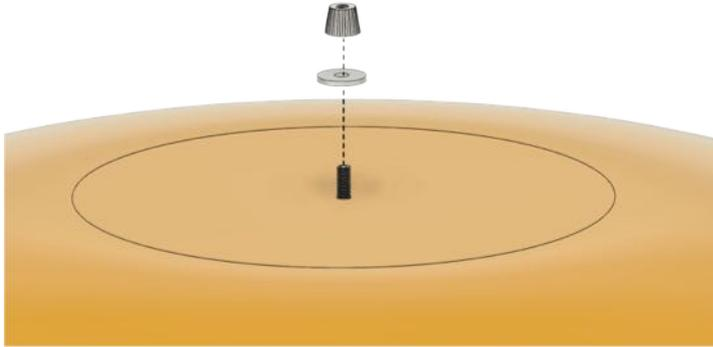

Abb. 9
6. Die Mutter mit der Unterlegscheibe an der Oberseite der Hülle entfernen (Fig. 9).